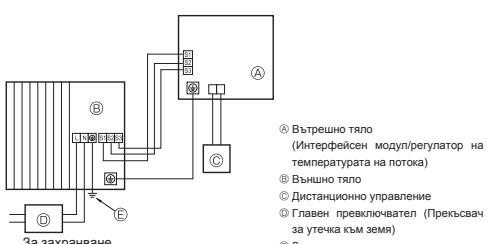
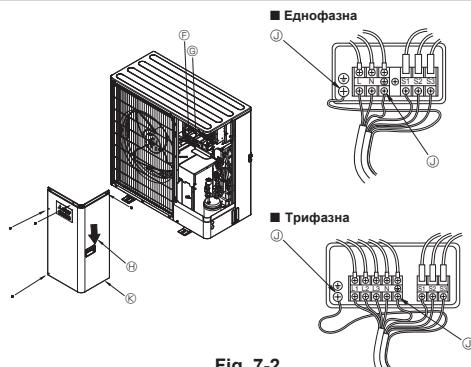

Fig. 7-1
Fig. 7-2
7.1. Външен модул (Fig. 7-1, Fig. 7-2)
① Отстранете сервисния панел.
② Оправодете кабелите, като направите спрока с Fig. 7-1 и Fig. 7-2.